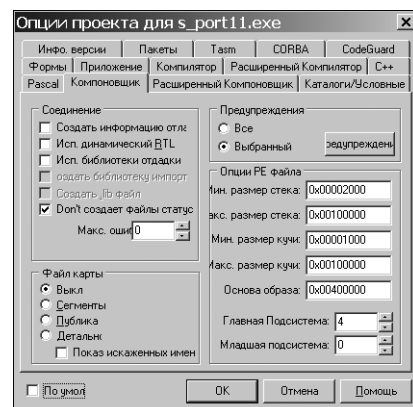

Рис. 1.4. Окно Project Options
2. В раскрывшемся окне опций проекта **Project Options** (Опции проекта) выберите страницу **Linker** (рис. 1.4) и сбросьте в ней флажок **Use dynamic RTL** (Использовать динамическое связывание).